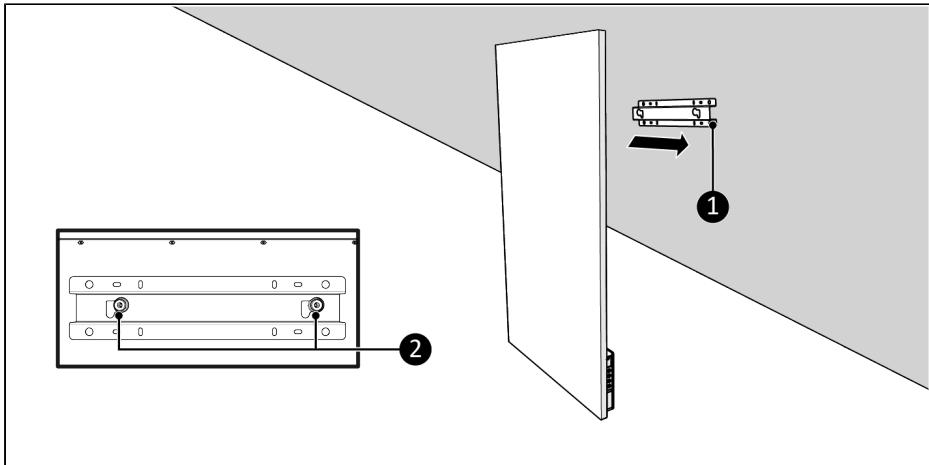

Figure 10.
1. Plaats het apparaat (Figure 10, pos. 2) over de muurbeugel (Figure 10, pos. 1).